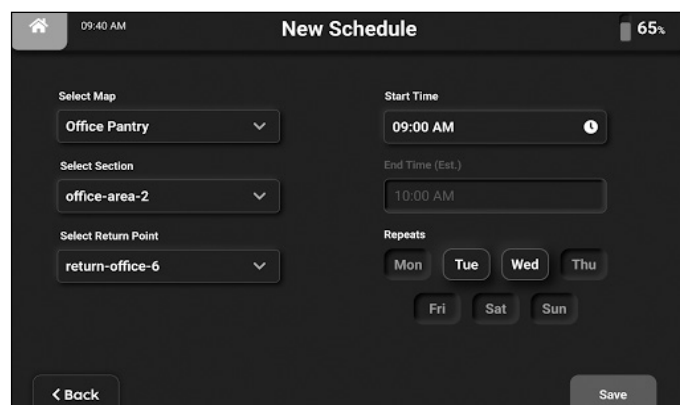

Abbildung 50
3. Drücken Sie auf das Dropdown-Menü „Karte auswählen“ und wählen Sie eine vorhandene Karte aus (**Abb. 50**).
4. Drücken Sie auf das Dropdown-Menü „Abschnitt auswählen“ und wählen Sie mindestens einen vorhandenen Abschnitt aus (**Abb. 50**).
5. Drücken Sie auf das Dropdown-Menü „Select Return Point“ und wählen Sie einen Punkt aus, zu dem VP25 nach Abschluss der Reinigung zurückkehren soll (**Abb. 50**).
6. Drücken Sie auf „Startzeit“ und wählen Sie eine Startzeit für den Zeitplan aus. Die voraussichtliche Endzeit wird in „Endzeit (Est.)“ angezeigt (**Abb. 50**).
7. Drücken Sie auf die gewünschten Tage in „Wiederholungen“, um wiederkehrende Reinigungsvorgänge für diese Tage zu planen (**Abb. 50**).